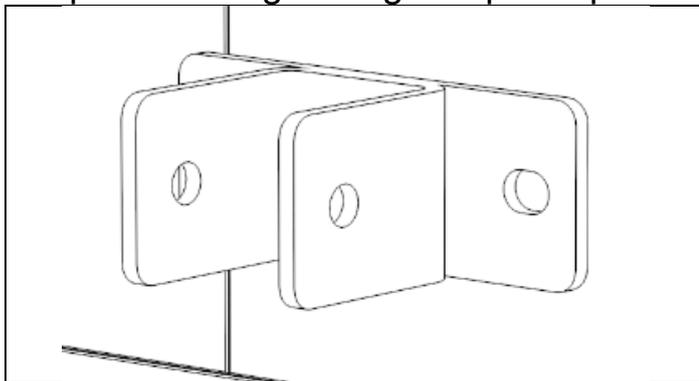

Figura 16
- Ora segnare sulla parete i fori dei supporti (C2) per ogni Staffa (figura 16).